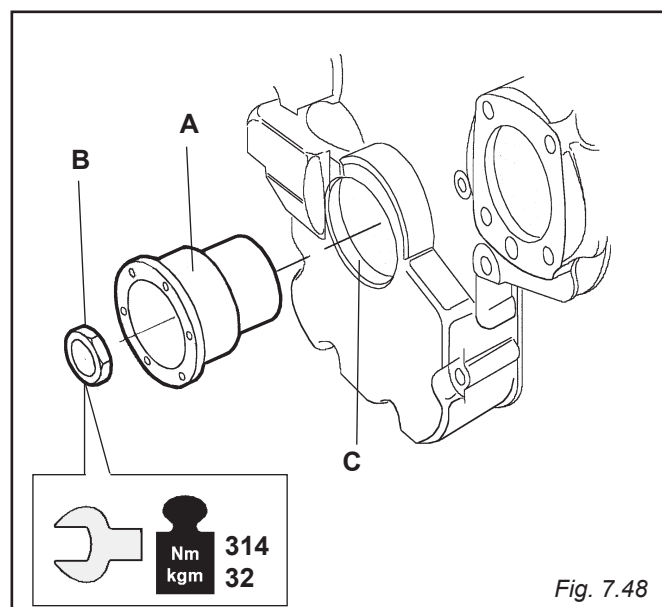

Fig. 7.48
7.41 FRONT PULLEY HUB 4 AND 6 CYLINDERS (FIG. 7.48)